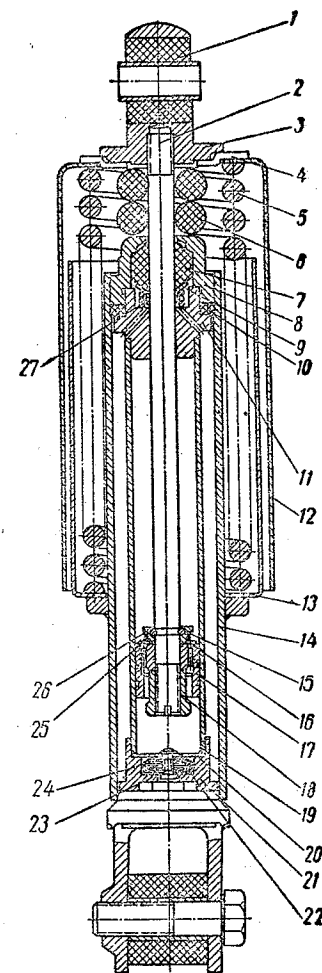

Рис. 31. Устройство амортизатора:
Пружинно-гидравлические амортизаторы мотоцикла представляют собой легкоъемные и взаимозаменяемые узлы. Устройство амортизаторов показано на рис. 31. Полный ход амортизаторов составляет 75—87 мм (разница между свободной длиной и длиной в сжатом состоянии, когда буферы 6 сжаты приблизительно на 25%).
1) нажав на верхний кожух, опустить его на 5—10 мм и снять освобожденные при этом сухари 4 (см. рис. 31). После этого верхний кожух, пружина 5 и нижний кожух легко снимаются;
1) шток собирать в последовательности, обратной разборке («Разборка амортизаторов», п. 4). Стопорное кольцо 15 (см. рис. 31) перед посадкой упора 16 обжать по канавке штока, после чего оно должно полностью входить в выточку упора. При завинчивании гайки 18 необходимо следить за тем, чтобы клапан 26 не был зажат между поршнем и упором (если клапан был сильно зажат, то его обязательно нужно заменить, поскольку нарушена его плоскостность);